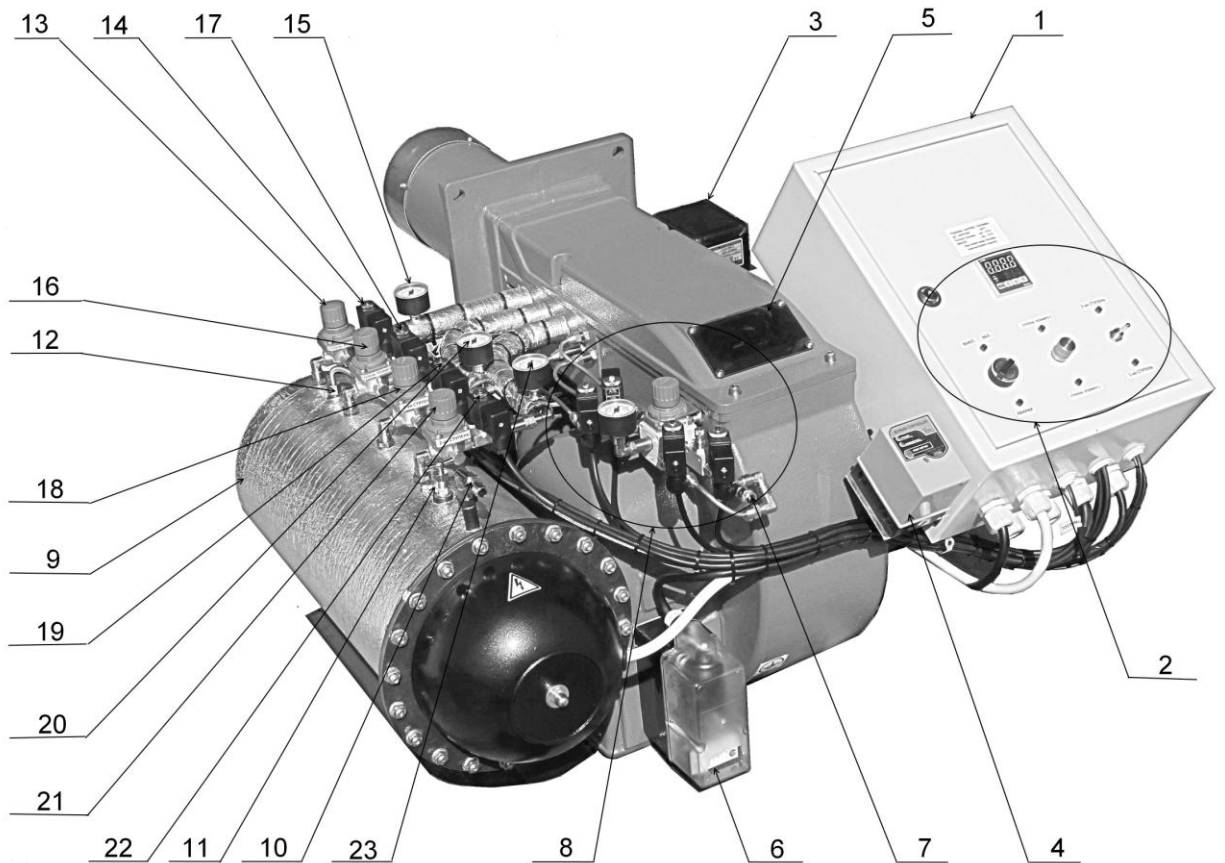
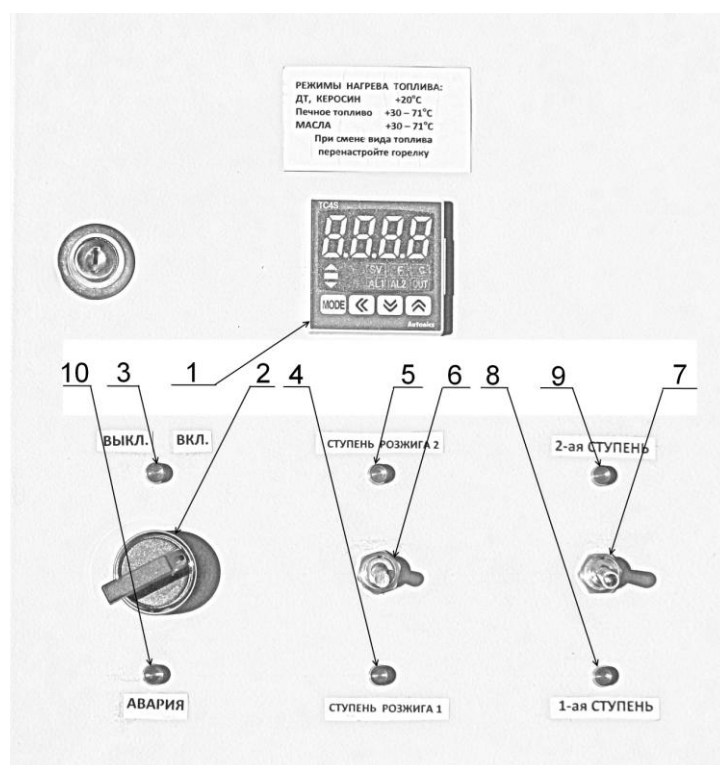
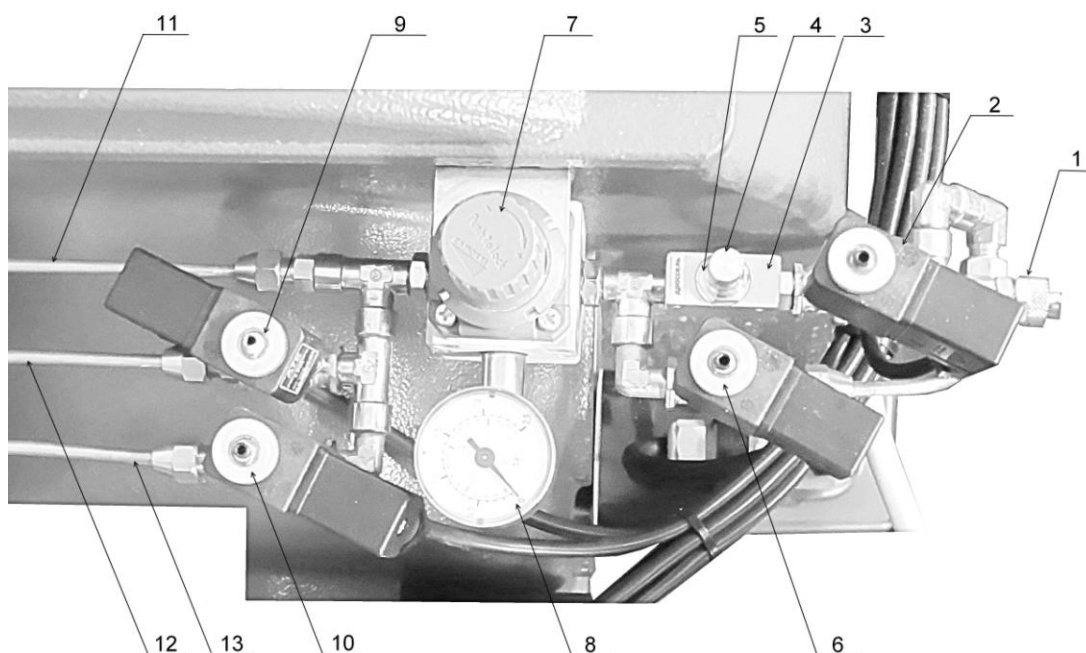
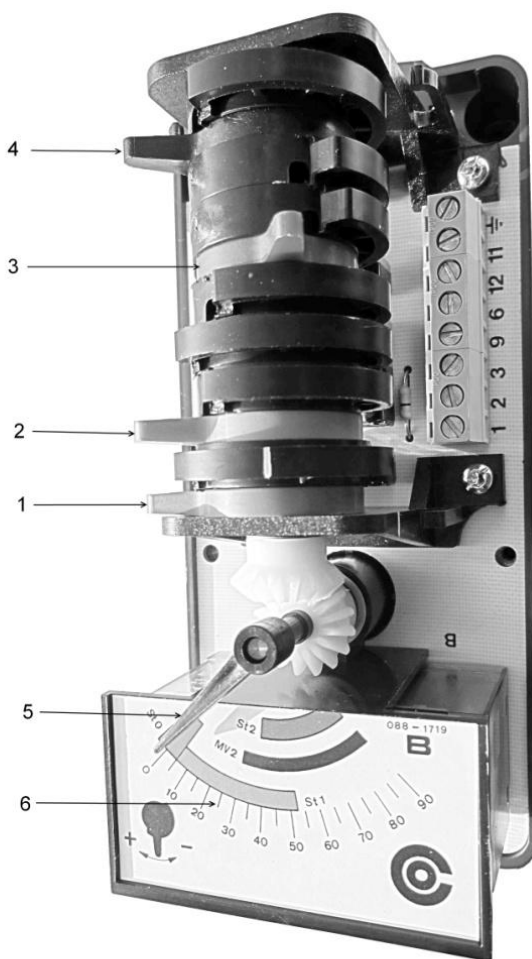

Рис.6. Органы управления и узлы контроля параметров Горелки.
Рис.7. Компоненты управления на электрическом шкафе.
Рис. 11. Блок регулирования первичного воздуха (от компрессора).
Рис. 12. Регулировка вторичного воздуха. Электропривод воздушной заслонки двухступенчатой Горелки.
- присоединить трубопровод от компрессора к пневмолинии Горелки (Рис.6 поз.7 );
8. Блок регулирования первичного воздуха (от компрессора) Рис.12
Температурный контроллер используется для точного поддержания оптимальной температуры от 20 до 71 °С топлива в подогревателе топлива (Рис. 7, поз. 9) и подачи команды запуска Горелки на топочный автомат AL1 гаснет при достижении температуры масла 6 °С менее заданной.
Установите электрический переключатель (Рис. 7, поз. 6) в положение вниз ступень розжига 1. Установите давление топлива ступени розжига 1 изначально в пределах от 0,05 до 0,2 бар с помощью регулятора давления топлива ступени розжига (Рис. 6, поз. 13), давление контролируйте по манометру (Рис. 6, поз. 15).
Установите электрический переключатель (Рис. 7, поз. 6) в положение вниз ступень розжига 2, установите давление топлива с помощью регулятора давления ступени розжига 2 (Рис. 6 поз. 16) от 0,2 до 0,55 бар, давление контролируйте по манометру (Рис. 6, поз. 15), после чего ступень розжига заработает на полную мощность. Выставьте параметры первичного и вторичного воздуха. Рекомендации даны ниже.
Установите электрический переключатель (Рис. 7, поз. 7) в положение 1-ая ступень (вниз). Установите давление топлива 1-ой ступени в пределах от 0,2 до 0,55 бар с помощью регулятора давления топлива первой ступени (Рис. 6, поз. 18), давление контролируйте по манометру (Рис. 6, поз. 20), выставьте параметры первичного и вторичного воздуха. Рекомендации даны ниже.
Установите электрический переключатель (Рис. 7, поз. 7) в положение 2-я ступень (вверх). Установите давление топлива 2-ой ступени от 0,2 до 0,55 бар с помощью регулятора давления топлива второй ступени (Рис. 7, поз. 21), контролируйте давление по манометру (Рис. 7, поз. 23), выставьте параметры первичного и вторичного воздуха рекомендации даны ниже.
Первичный воздух поступает от компрессора по магистрали (Рис. 11 поз.1) , проходит через электромагнитный клапан дросселя (рис.11 поз.2), дроссель (Рис.11 поз.3) и далее с малым давлением на форсунку первой ступени, давление контролируется по манометру (Рис. 11 поз.8). Для увеличения давления поворачивайте регулировочный винт дросселя по часовой стрелке, для уменьшения против часовой, после регулировки зафиксируйте винт контргайкой.
Через 7 секунд, открывается основной электромагнитный клапан первой ступени (Рис.11 поз.6), первичный воздух проходит через регулятор давления (Рис.11 поз.7) и контролируется по манометру (Рис.11 поз.8) и далее на форсунку первой ступени.
Для изменения регулировки давления воздуха поднять верхнюю крышку регулятора давления (рис.11 поз.7) до щелчка, для уменьшения давления воздуха поворачивать против часовой стрелки, для увеличения по часовой. Оптимальное рабочее давления 1,8-2,2 бар, контролируемое по манометру (Рис. 11 поз.8). После регулировки давления опустить верхнюю крышку до щелчка.
Установите электрический переключатель (Рис. 7, поз. 6) в положение ступень розжига 1 (вниз). Установите давление топлива ступени розжига 1 в пределах от 0,05 до 0,2 бар с помощью регулятора давления топлива ступени розжига 1 (Рис.6, поз. 13), давление контролируйте по манометру (Рис. 6, поз. 15), выставьте параметры первичного воздуха (Рис.11 , поз. 3,7) и контролируйте по манометру (Рис. 11, поз. 8) давление для AL-120V, AL-120T 1,8-2,2 бар.
Установите электрический переключатель (Рис. 7, поз. 6) в положение ступень розжига 2 (вверх). Установите давление топлива ступени розжига 2 в пределах от 0,2 до 0,55 бар , с помощью регулятора давления топлива ступени розжига 2 (Рис.6, поз. 16), давление контролируйте по манометру (Рис. 6, поз. 15), выставьте параметры первичного воздуха (Рис.11 , поз. 3,7) и контролируйте по манометру (Рис. 11, поз. 8) давление для AL-120V, AL-120T 1,8-2,2 бар.
Снимите защитный кожух с привода воздушной заслонки (Рис. 6, поз. 6). Синий рычаг положения воздушной заслонки ступени розжига шкала St0 (Рис.12) должен быть положение 0-5. Положение 0 соответствует полностью закрытой заслонке. (Рис.12)
Установите электрический переключатель (Рис. 7, поз. 7) в положение первая ступень (вниз). Установите давление топлива первой ступени в пределах от 0,2 до 0,55 бар с помощью регулятора давления топлива первой ступени (Рис. 6, поз. 18), давление контролируйте по манометру (Рис. 6, поз. 20). Выставьте параметры первичного воздуха (Рис.11 , поз. 7) и контролируйте по манометру (Рис. 7, поз. 8) давление для AL-120V, AL-120T 1,8-2,2 бар. Установите оранжевый рычаг (Рис.12 поз.2) положения воздушной заслонки первой ступени шкала St1 5-50 гр. (Рис.12). Открытие(закрытие ) клапана 1-ой ступени происходит автоматически .
Установите электрический переключатель (Рис. 7, поз. 7) в положение вторая ступень (вверх). Установите давление топлива второй ступени в пределах от 0,2 до 0,55 бар с помощью регулятора давления топлива второй ступени (Рис. 6, поз. 21), давление контролируйте по манометру (Рис. 6, поз. 23). Выставьте параметры первичного воздуха (Рис.11 , поз. 7) и контролируйте по манометру (Рис. 11, поз. 8) давление для AL-120V, AL-120T 1,8-2,2 бар. Установите красный рычаг положение 40-90 гр. шкала St2. Это положение воздушной заслонки второй ступени. Черный кулачек (Рис.12 поз.4) открытие(закрытие ) клапана 2-ой ступени, должен находится между оранжевым и красным кулачком, шкала MV2. (Рис.12)
#### 3.4.7 Индикатор АВАРИЯ (Рис.7 поз.10)
Для предотвращения данной ситуации в огневой трубе установлен температурный датчик, отключающий горелку при достижении температуры 90 °С, при этом светится индикатор АВАРИЯ (Рис.7 поз.9) . Для сброса сигнала АВАРИЯ, откройте электрический шкаф горелки и нажмите кнопку АВАРИЯ.
Установите электрический переключатель (Рис. 7, поз. 6) в положение вниз ступень розжига 2. Через 10 секунд открывается электромагнитный клапан (Рис. 6 Поз.17) ступени розжига 2 и давление топлива увеличивается 0,2-0,55 бар. Степень розжига ( первая форсунка) выходит на полную мощность. Выставьте параметры первичного воздуха пункт 3.4.4 и контролируйте по манометру (Рис.11, поз. 8) давление для горелки AL-120V и AL-120T 1,8-2,2 бар. Снимите защитный кожух с привода воздушной заслонки (Рис. 6, поз. 6). Синий рычаг положения воздушной заслонки ступени розжига (Рис.12 поз.1) должен быть положение 0-5 гр. , шкала St-0. Перемещение синего рычага осуществляется его смещением (Рис.12). Положение 0 соответствует закрытой заслонке. Запустите Горелку п. 3.5. Горелка должна запускаться на ступени розжига без хлопков.
Возьмите отбор проб на сажное число, если сажное число менее 1, необходимо уменьшить подачу вторичного воздуха, перемещая синий рычаг влево, если больше - вправо но, не выходя за синюю зону шкалы St0. (Рис. 12). Оптимальное значение сажного числа 1-3.
Установите электрический переключатель (Рис. 7, поз. 6) в положение первая ступень (вниз). Установите давление топлива первой ступени в пределах от 0,2 до 0,55 бар с помощью регулятора давления топлива первой ступени (Рис. 6, поз. 18), давление контролируйте по манометру (Рис. 6, поз. 20). Выставьте параметры первичного воздуха (Рис.11 , поз. 7) и контролируйте по манометру (Рис. 11, поз. 8) давление для AL-120V, AL-120T 1,8-2,2 бар. Установите оранжевый рычаг положения воздушной заслонки первой ступени (Рис.12 поз.2) на 5-50. Автоматическое открытие(закрытие ) клапана 1-ой ступени обеспечивает плавный переход со ступени розжига на первую ступень.
Возьмите отбор проб, если содержание CO2 в отходящих газах отличается от 11-13% проведите регулировку вторичного воздуха (Рис. 12).
Возьмите отбор проб на сажное число, если сажное число менее 1, необходимо уменьшить подачу вторичного воздуха, перемещая оранжевый рычаг влево, если больше - вправо шкала St1. (Рис. 12). Оптимальное значение сажного числа 1-3.
Установите электрический переключатель (Рис. 7, поз. 6) в положение вторая ступень (вверх). Установите давление топлива второй ступени в пределах от 0,2 до 0,55 бар с помощью регулятора давления топлива второй ступени (Рис. 6, поз. 21), давление контролируйте по манометру (Рис. 6, поз. 23). Выставьте параметры первичного воздуха (Рис.11 , поз. 7) и контролируйте по манометру (Рис. 11, поз. 8) давление для AL-120V, AL-120T 1,8-2,2 бар. Установите красный рычаг положения воздушной заслонки первой ступени (Рис.12 поз.3) должно быть 40-90 гр.
Черный кулачек (Рис.12 поз.4) шкала MV2 открытие(закрытие ) топливного клапана 2-ой ступени (Рис. Поз.) должен быть между оранжевым и красным кулачком (Рис.12), положение черного кулачка должно обеспечивать плавный переход с первой ступени на вторую ступень и обратно.
Возьмите отбор проб на сажное число, если сажное число менее 1, необходимо уменьшить подачу вторичного воздуха, перемещая красный рычаг влево, если больше - вправо но, не выходя шкалу St2. (Рис. 12). Оптимальное значение сажного числа 1-3.